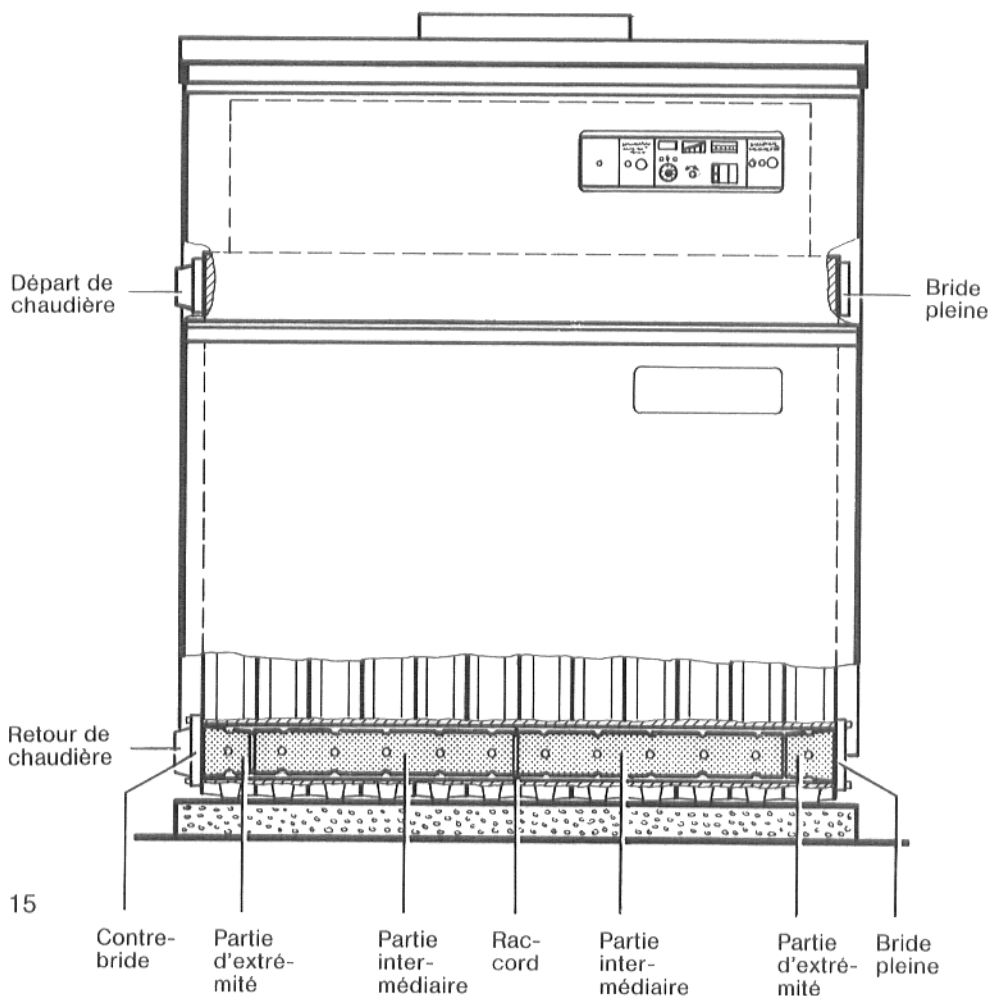

Fig. 15
4. Poser la bride de raccordement de retour avec le joint sur l'alésage inférieur de la chaudière et visser légèrement (Fig. 15).
5. Introduire la deuxième partie d'extrémité à la partie intermédiaire se trouvant de côté en face dans l'alésage inférieur de la chaudière (Fig. 15).
6. Poser la bride pleine avec le joint sur l'alésage inférieur de la chaudière et visser (Fig. 15).